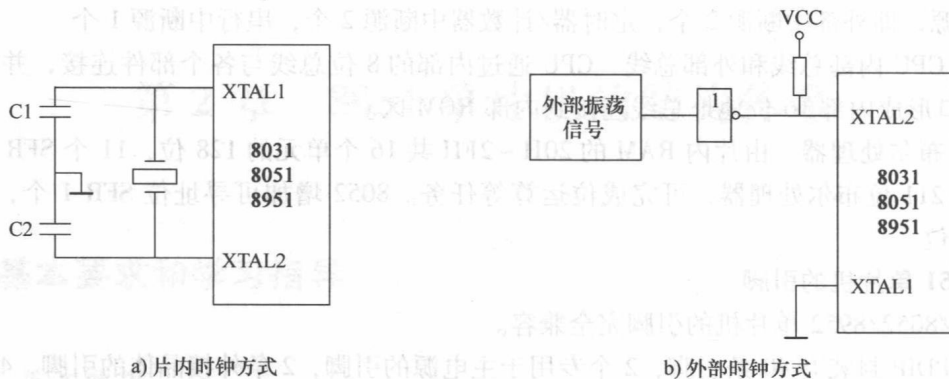

图 2-1 8051 的时钟电路
(1) 时钟电路 如图 2-1 所示。
(2) 时序 8051 单片机的时序定时单位有 4 个: 节拍、状态、机器周期和指令周期。